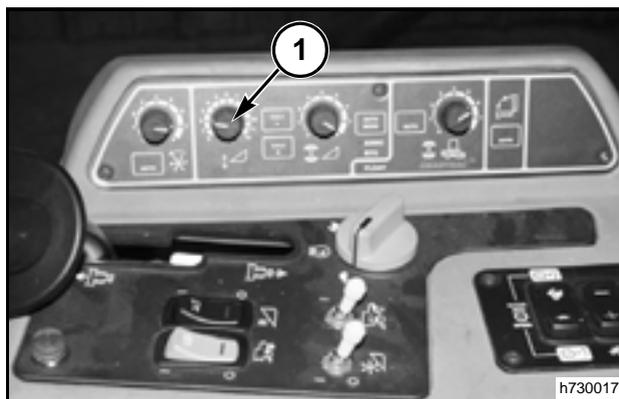

FIG. 112
FIG. 112: El sistema automático RTC desciende al cabezal en forma inmediata a la altura deseada (por sobre el suelo) como lo determina la posición relativa de la estructura del embocador en la cosechadora. La altura del cabezal es definida por la perilla de control (1) de altura, ubicada en la consola de controle.